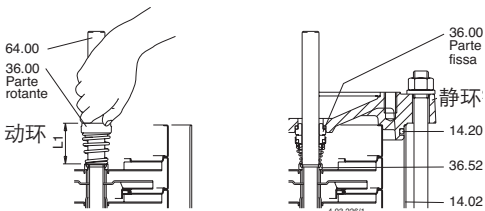

图.5 插入机械密封
- 拆下螺丝(61.07)和笼型支架(32.00),其和轴承(66.00)及联轴器(64.22)作为整体从上端盖(34.02)顺轴(64.00)抽出(图.5).
检查安装前后的长度并把动环升起与到与原始长度(L1 图5)一致。